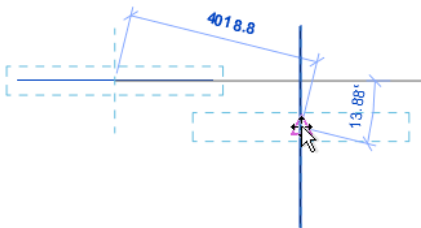

图 2-34 移动图形
- (4) 使用鼠标左键移动图元到适当位置，如图 2-34 所示。